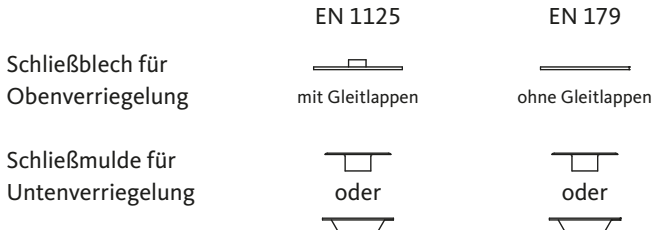

Abb. 2: Zulässige Schließblechkonturen
- Aufgrund unterschiedlichster Zargenkonstruktionen ist es möglich, dass werkseitig kein Sperrgegenstück ausgeliefert werden kann. Hier liegt es in der Verantwortung des Verarbeiters in Abstimmung mit dem Hersteller eine technisch gleichwertige Lösung, wie gefordert, zu konzipieren und einzusetzen. Siehe hierzu zugelassene Schließblechkonturen (Abb. 2)!